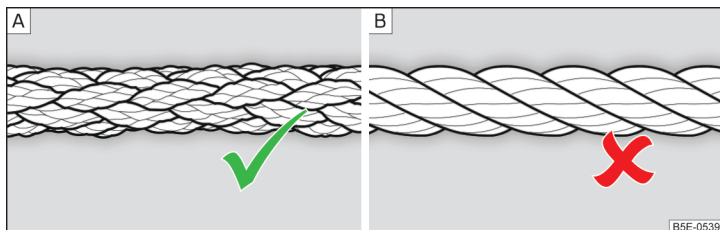

Fig. 158 Cable para remolcar trenzado / Cable para remolcar en espiral
Para el remolque por medio de un cable de remolque, usar solamente un cable de fibra plástica tejida » fig. 158 - A » I.
- Para remolcar no debe utilizarse ningún cable de remolque en espiral » fig. 158 - B, la argolla de remolque puede desenroscarse en el vehículo. - ¡Existe peligro de accidente!